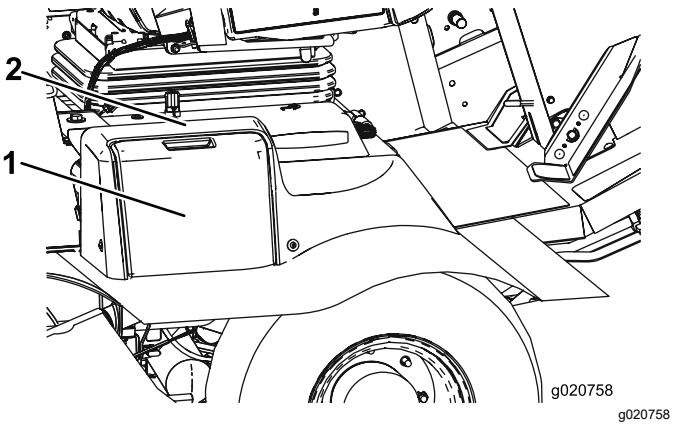

Bild 57
1. Öffnen Sie die Batterieabdeckung an der Seite der Abdeckung (Bild 57).
Hinweis: Üben Sie Druck auf die flache Oberfläche über der Batterieabdeckung aus, um das Entfernen der Abdeckung zu erleichtern (Bild 57).